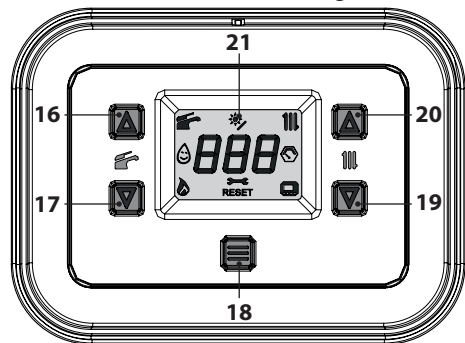
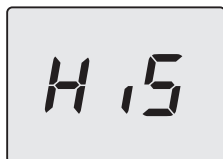

Figura 8.1
Figura 8.2
- Entrare in "modalità programmazione" premendo contemporaneamente per 5 secondi i tasti 17 e 19 (Figura 8.1) fino a far apparire sul display LCD le lettere **HiS** che indicano il menu "Storico delle caldaia" (Figura 8.2).
- Premere per 1 sec. il tasto 18 (Figura 8.1) per entrare nel parametro selezionato. Il display visualizzerà quanto segue (Figura 8.5).
- Premendo il tasto 18 (Figura 8.1) si ottiene la conferma del valore inserito. Il display visualizzerà per 5 sec. quanto segue (Figura 8.7) poi, si porterà al livello superiore.
- Premendo contemporaneamente i tasti 17 e 19 (Figura 8.1) si esce senza modificare il valore (ritorno al livello precedente Figura 8.4).
- tenere premuti contemporaneamente i tasti 17 e 19 per 5 sec. (Figura 8.1) (ritorno al livello precedente).